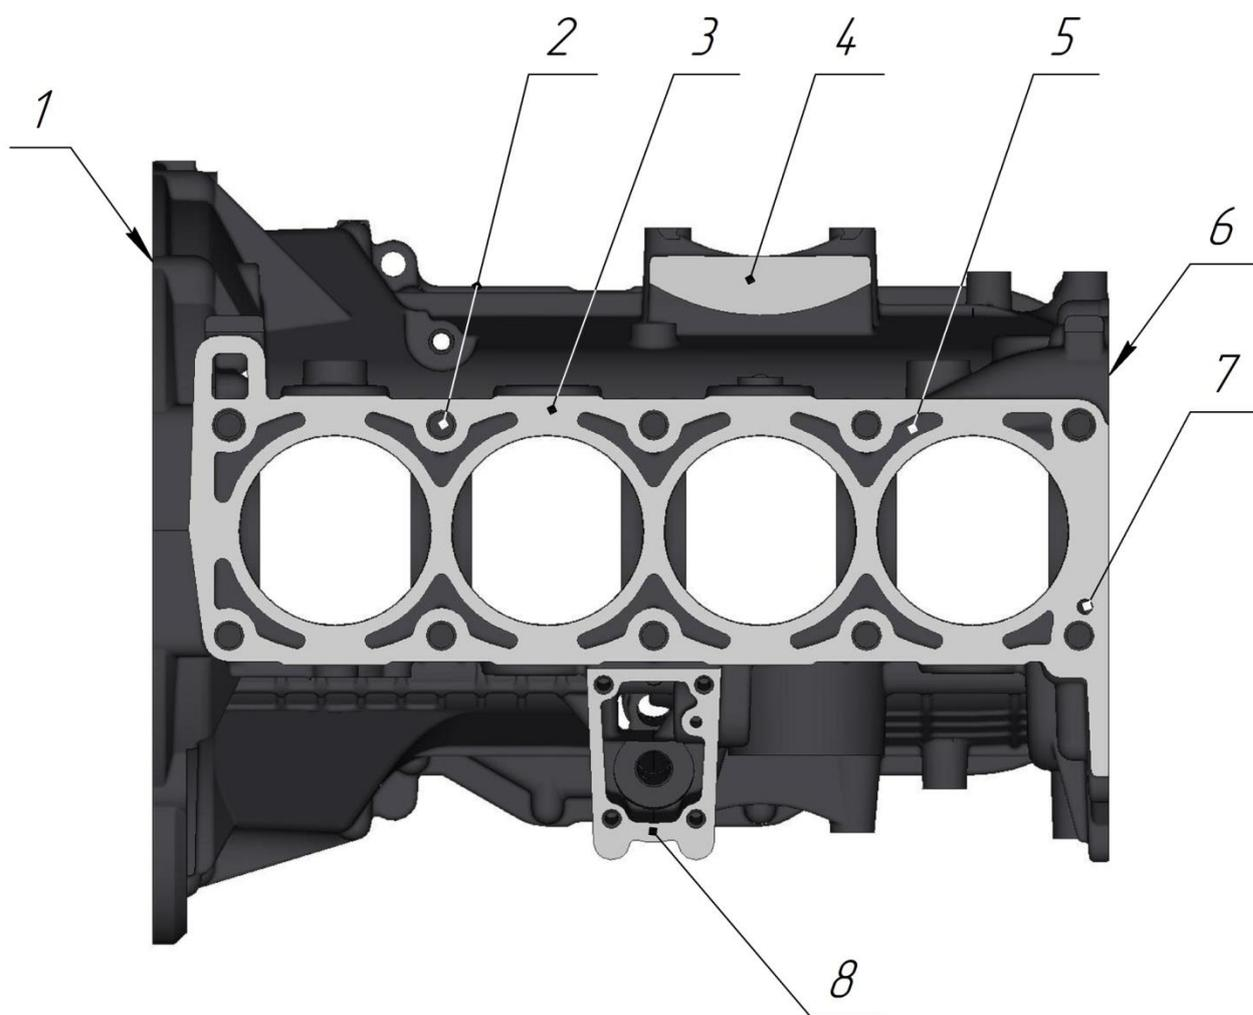
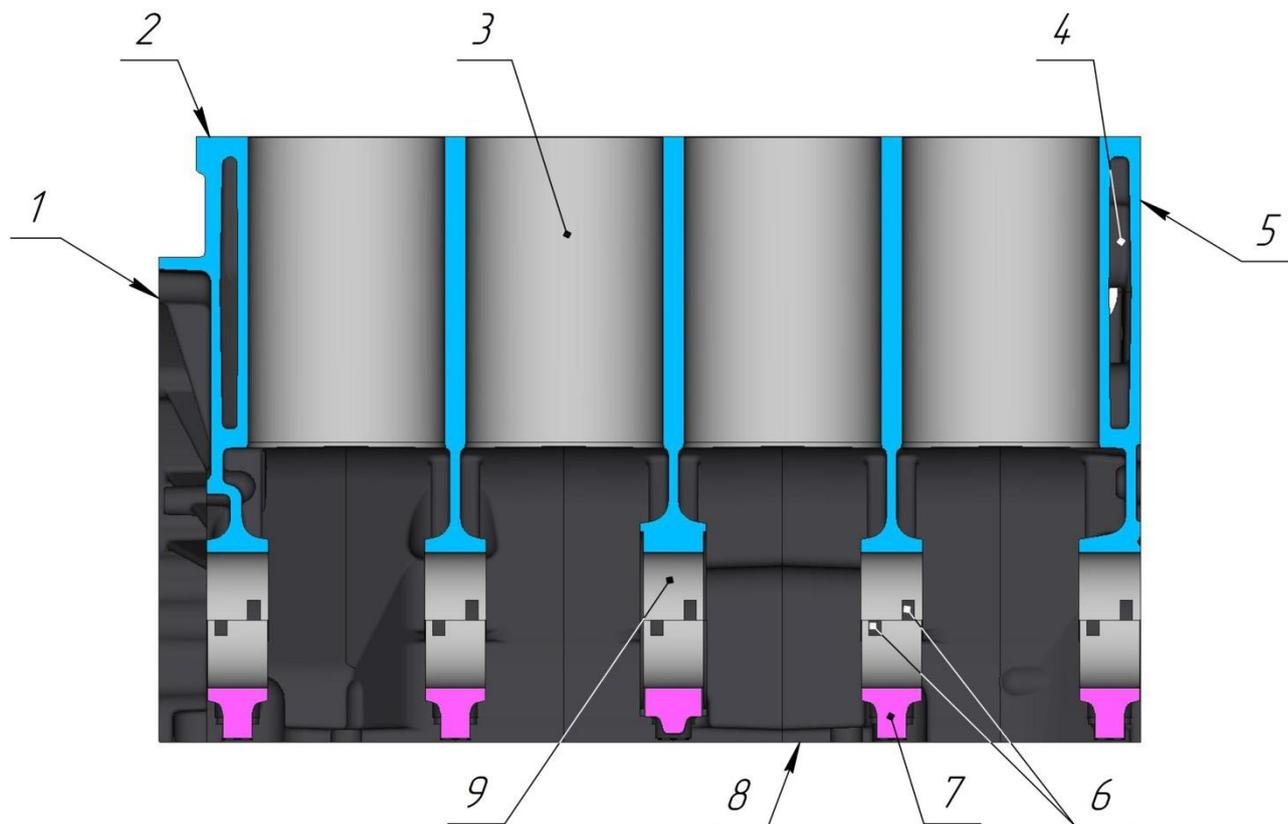

Рис.14. Блок цилиндров. Вид сверху:
Рис.16. Блок цилиндров. Продольный разрез по оси цилиндров:
**Блок цилиндров** (рис.14, 15, 16). Блок цилиндров из серого чугуна, выполнен в виде моноблока с картерной частью, опущенной ниже оси коленчатого вала. В нижней части блока расположены пять гнезд коренных подшипников 9 (рис.16). Крышки коренных подшипников 7, изготавливаемые из высокопрочного чугуна, обрабатываются в сборе с блоком цилиндров и поэтому они не взаимозаменяемы. На нижней плоскости 1, 2 и 4 - ой крышек выбиты их порядковые номера для правильной установки. При установке крышек замочные пазы 6 под вкладыши в блоке цилиндров и в крышках следует располагать с одной стороны.